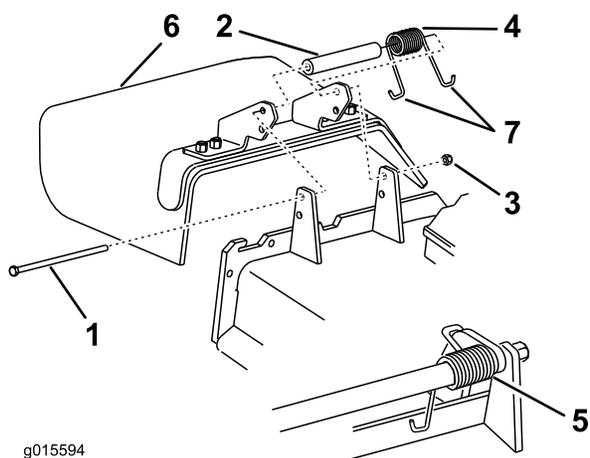

Figure 87
1. Retirez le contre-écrou, le boulon, le ressort et l'entretoise qui fixent le déflecteur aux supports de pivot (Figure 87). Enlevez le déflecteur s'il est endommagé ou usé.
Remarque: Prenez soin de placer une extrémité en J du ressort derrière le bord du plateau avant de mettre le boulon en place, comme montré à la Figure 87.
3. Remettez le boulon et l'écrou. Accrochez une extrémité en J du ressort au déflecteur d'herbe (Figure 87).